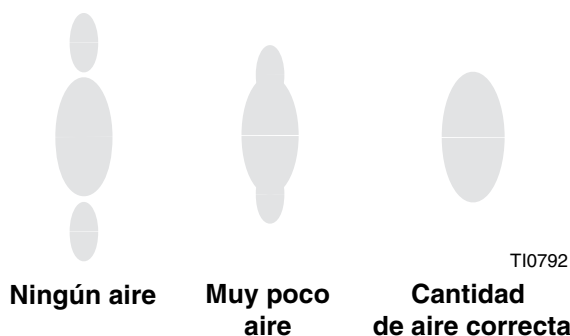

FIG. 11: Chorro de pulverización correcto
4. Comience el paso de aire de atomización y fije la presión de aire en aproximadamente 10 psi (70 kPa, 0,7 bar). Verifique el patrón de pulverización y después ajuste la presión de aire hasta que las colas estén completamente atomizadas y se hayan integrado totalmente en el patrón de pulverización. Vea FIG. 11. No exceda una presión de aire a la pistola de más de 100 psi (0,7 MPa, 7 bar).